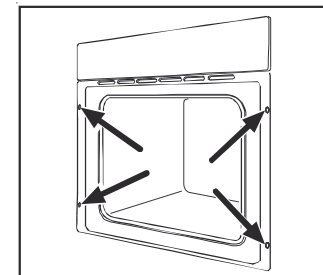

Рис. 11
- Откройте дверцу духового шкафа и закрепите его в нише при помощи четырех шурупов, вставив их в имеющиеся отверстия в раме духового шкафа (см. рис. 11).